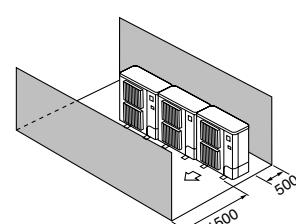

Fig. 2-11
④ Enbart hinder på framsidan och baksidan (Fig. 2-11)